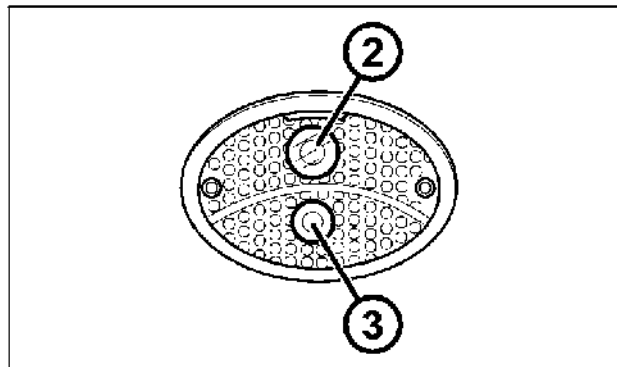

Рис. 8-7
2. Замените неисправную лампу (2 или 3, рис. 8-7). Надавите на лампу и поверните ее против часовой стрелки, чтобы зафиксировать.